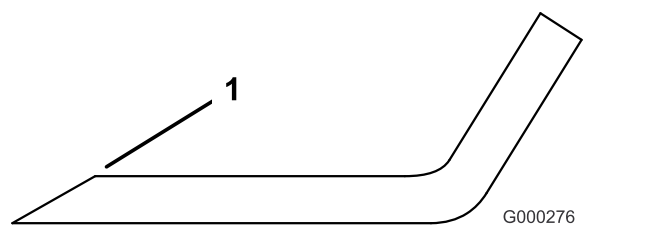

**Figura 89**
2. Examine cuidadosamente as extremidades da lâmina, prestando especial atenção à zona onde se encontram as partes curvas e planas da lâmina (Figura 89).
**Nota:** A areia e os materiais abrasivos podem desgastar o metal entre as partes plana e curva da lâmina; por isso, verifique a lâmina antes de utilizar a máquina. Se verificar que esta zona se encontra desgastada (Figura 89), substitua a lâmina.